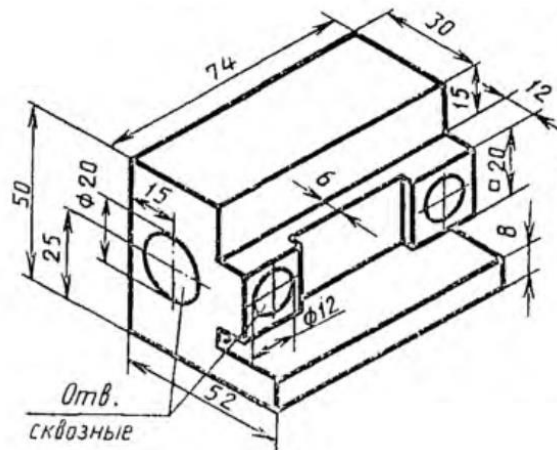

Рисунок 2. Пример детали для задания «Создание параметрических чертежей»
- Построить параметрический чертёж детали (рис. 2);